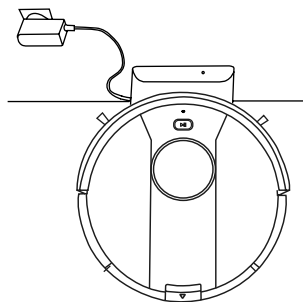

Figura 1
- Carga del robot mediante la base de carga (figura 1).